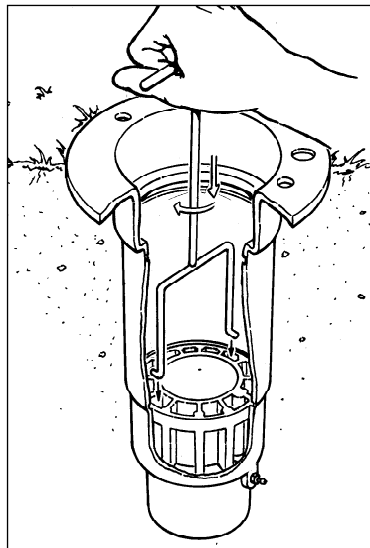

Figura 7
2. Utilice la herramienta para extracción de la válvula (N/P 995-08) para sacar el conjunto de la válvula de la base del cuerpo del aspersor. La herramienta de extracción de la misma se inserta en el cuerpo del aspersor y se empuja por los rebordes de la válvula hacia la parte inferior de la válvula. Un leve giro encajará la herramienta en la válvula permitiendo la extracción de esta, empujándola hacia arriba y hacia afuera. (Vea **Figura 7**.)